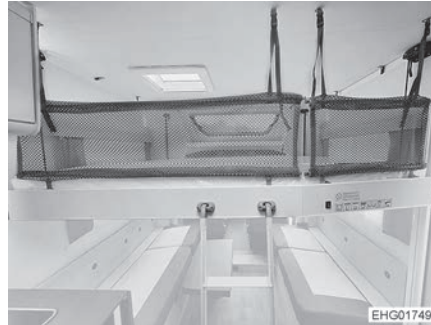

Fig. 107 Rete di protezione
- **Agganciare:** Agganciare la scaletta di accesso (Fig. 107,3) con entrambe le staffe nei supporti della scaletta (Fig. 107,4) sul letto basculante.
- Le reti protettive (Fig. 107,2) con le cinghie di arresto sono sistemate sotto il materasso.
- **Fissaggio:** Far innestare le cinghie di arresto (Fig. 107,1) nei supporti sul soffitto.